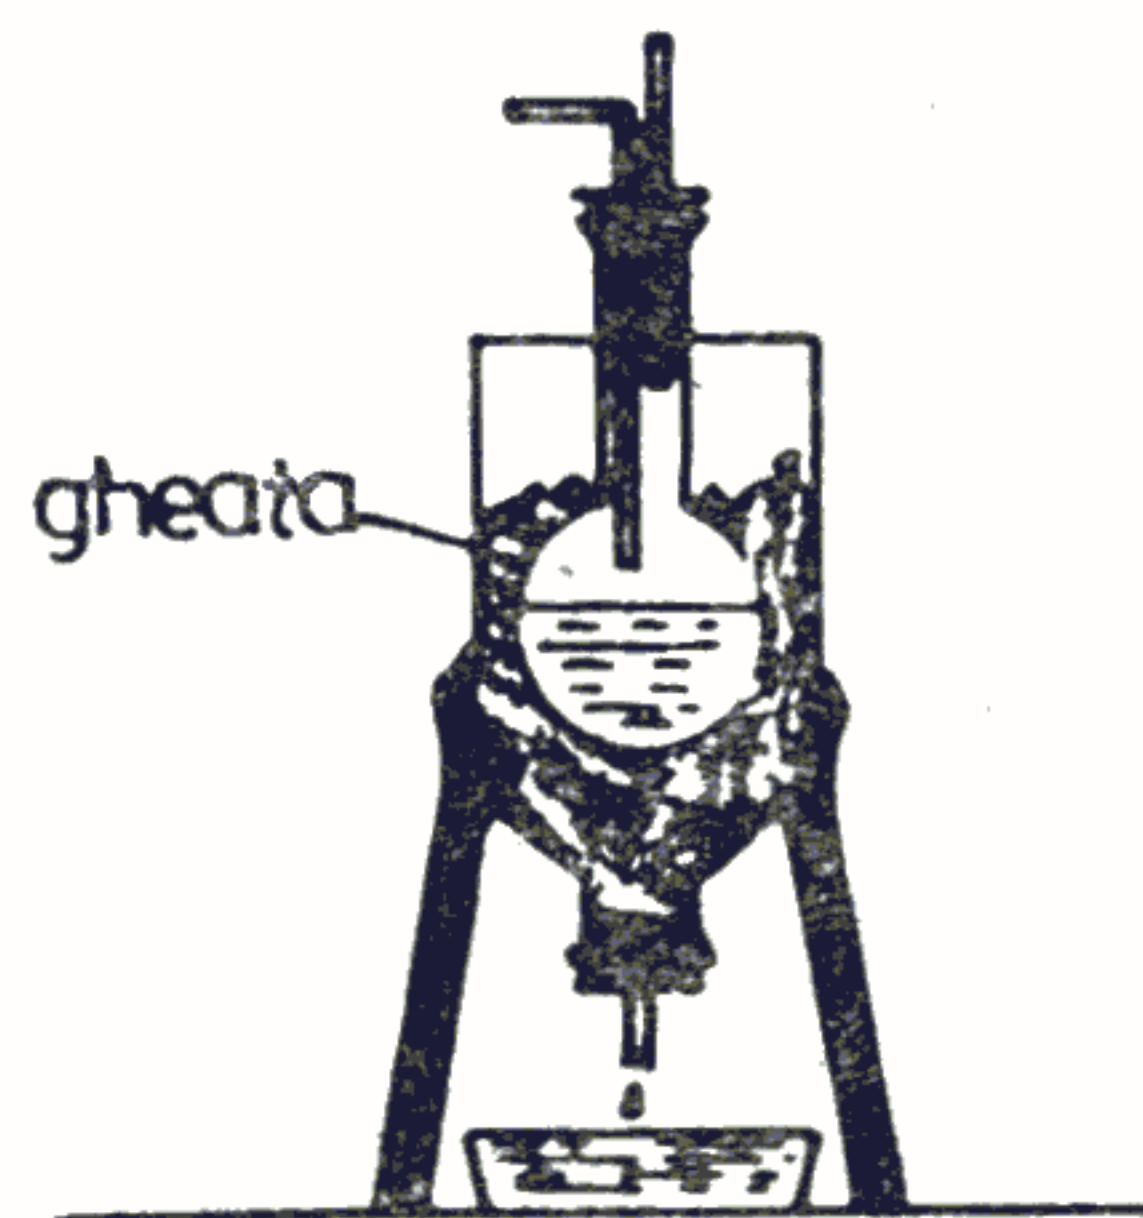

Fig. 25 — Cuvă de răcire.
- *cuvă de răcire* cu gheață, montată ca în fig. 25;